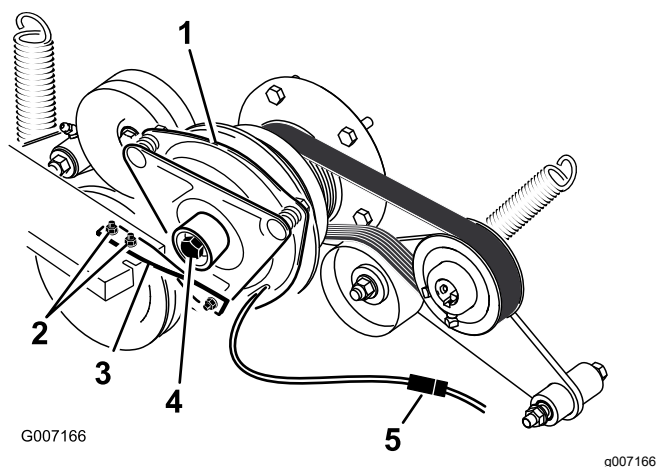

Рисунок 81
6. Отсоедините электрический разъем от муфты (Рисунок 81).
7. Отверните два болта, которые крепят резиновую ленту муфты к раме газнокосилки (Рисунок 81).
8. Отверните средний болт, который крепит муфту к валу двигателя, и снимите муфту и шпонку (Рисунок 81).
15. Удерживая коленчатый вал в задней части машины, установите средний болт и затяните его с моментом 68 Н·м (Рисунок 81).
16. Установите резиновую ленту муфты на раму газонокосилки при помощи двух ранее снятых болтов с гайками (Рисунок 81).
18. Вставьте электрический разъем в муфту (Рисунок 81).